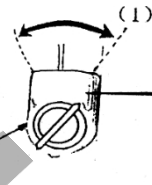

Fig. 11
- 3) Gire el interruptor del motor a la posición «ON». (Fig. 11)